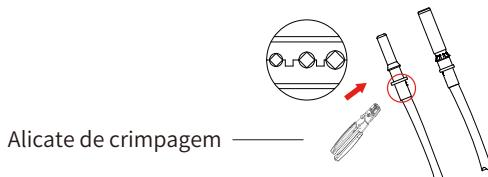

Figura 5.4 Prenda o pino de contato no fio
- b) Crimpagem dos terminais metálicos com alicate de crimpagem conforme figura 5.4.